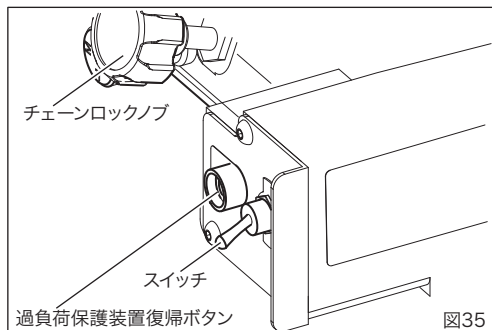

図35
3. 切断中にモーターが停止した場合 (図35)
- ①スイッチをOFFにする
- ②原因を取り除く
- ③スイッチの下にある過負荷保護装置復帰ボタンを押す(図35)